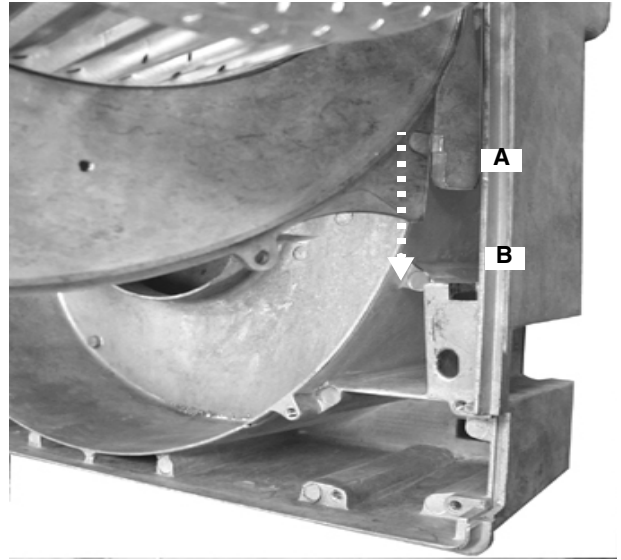
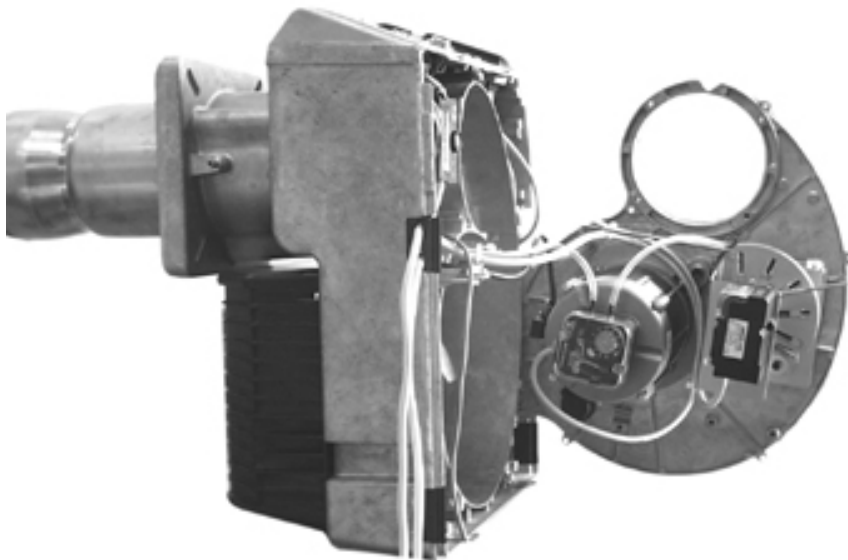

Fig. 35
Fig. 36
- 7 Extraiga la placa de los componentes y engánchela tal como se muestra en la Fig. 36; el pasador A debe entrar en el orificio B, tal como se muestra en la Fig. 35.
- 1 Reinstale la placa de los componentes y apriete los 6 tornillos V5...V10 (véase Fig. 35).